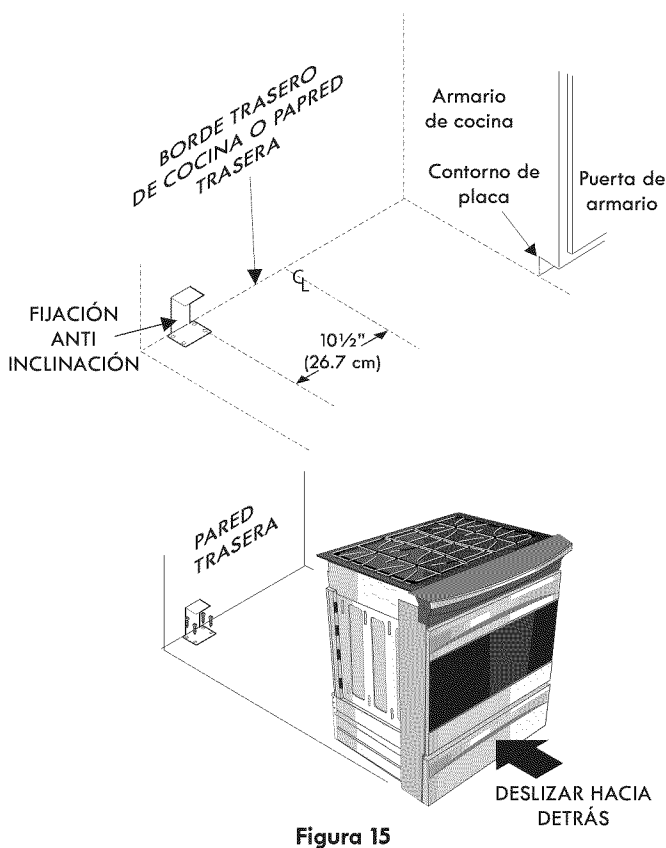

Figura 15
2. Desplegar el molde de papel y colocarlo alisado sobre el piso con el vértice posterior derecho posicionado exactamente en la intersección de las líneas central y posterior dibujadas anteriormente. (Si no se dispone de un molde, usar el diagrama incluido a continuación para ubicar las ménsulas (Figura 15)).
6. Deslice la cocina hacia su lugar asegurándose que la pata de centro trasera está completamente segura con el soporte anti-inclinación (Figura 15). Baje la cocina ajustando las 4 patas de nivelación hasta que la plancha de cocinar está apoyada en el mostrador. Refiere a la "Nivelación de la cocina".